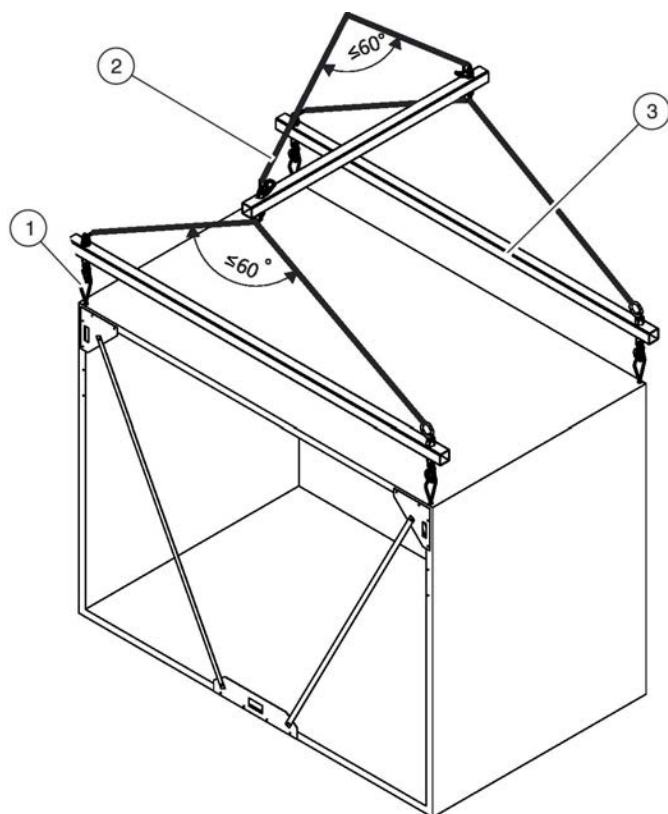

Fig. 8: Manutention avec une grue, des brides ou des œilletons de levage (avec palonnier).
2. ▶ Visser à fond toutes les brides ou œilletons de levage (Voir la Fig. 8/1) dans les trous taraudés.
3. ▶ Accrocher les palonniers (Voir la Fig. 8/3) aux brides ou aux œilletons de levage.
4. ▶ Relier les traverses avec des chaînes (Voir la Fig. 8/2).